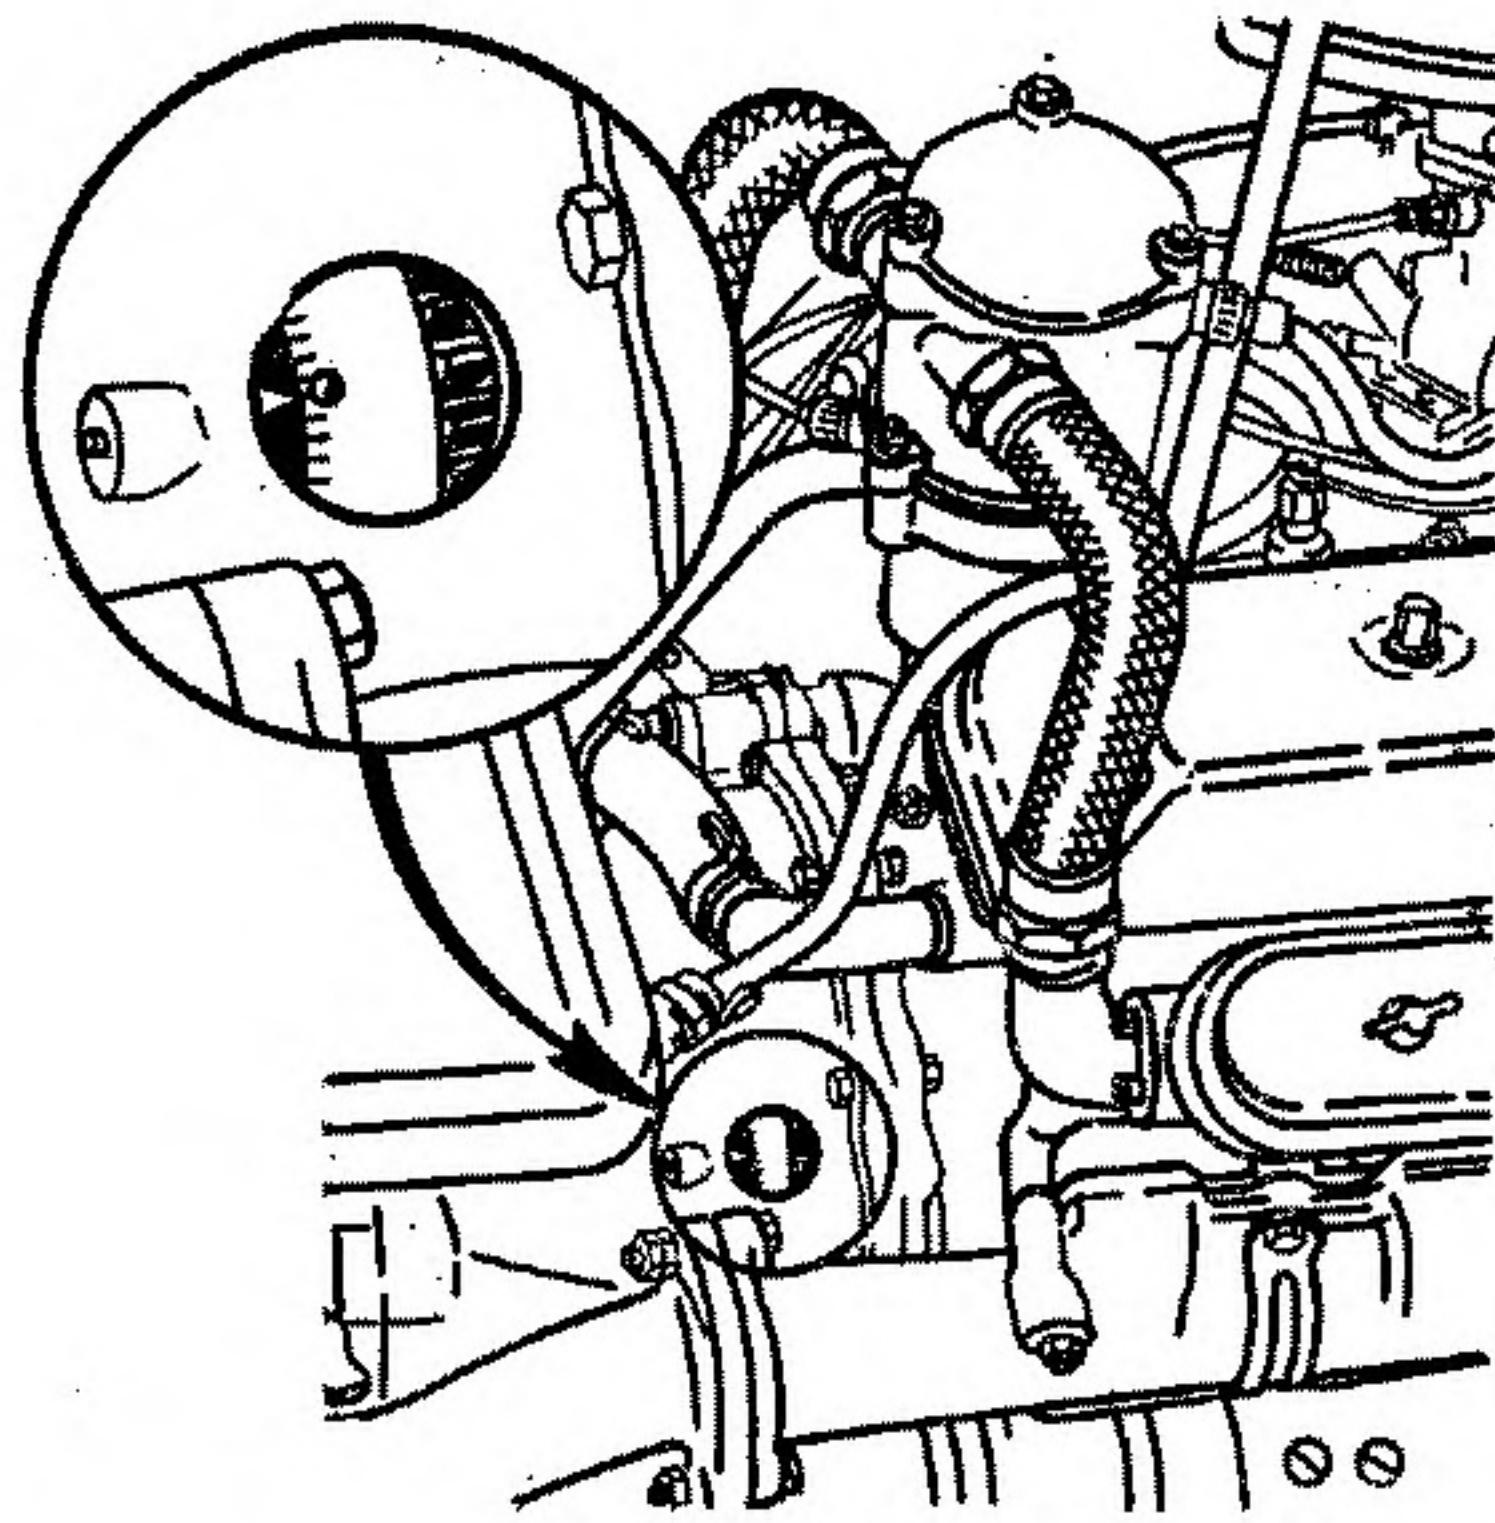
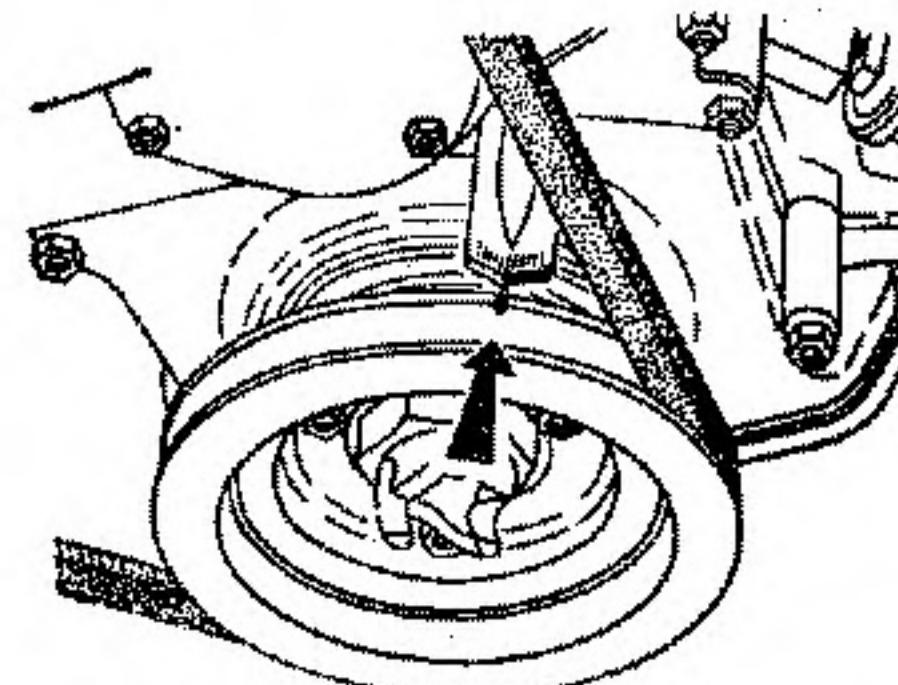

Рис. 21. Установка коленчатого вала в положение в. м. т. на автомобиле ГАЗ-66-11
Рис. 22. Установка коленчатого вала в положение в. м. т. на автомобиле ГАЗ-53-12
4. Убедившись, что сжатие началось, осторожно проворачивать коленчатый вал до совпадения указателя на картере сцепления с шариком, зачеканенным в маховик (рис. 21), а у автомобиля ГАЗ-53-12 — до совпадения риски на шкиве коленчатого вала с центральной риской указателя в. м. т. (рис. 22). При положении поршня первого цилиндра в в. м. т. такта сжатия впускной и выпускной клапаны полностью закрыты.